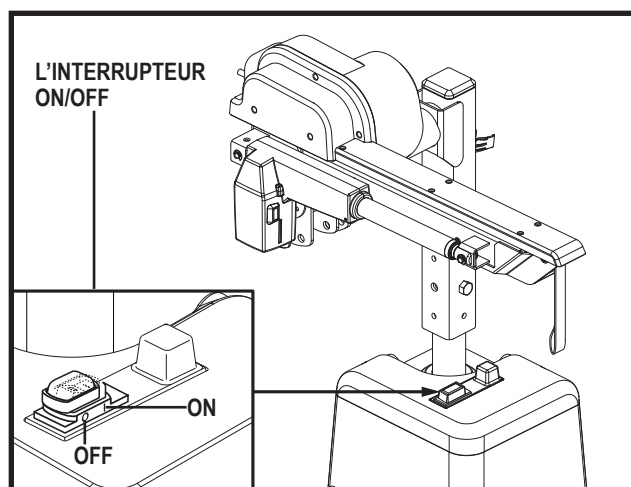

Figure 6. L'interrupteur ON/OFF
Le système de levage est équipé d'un interrupteur ON/OFF qui permet d'activer/désactiver le système. Mettre l'interrupteur ON/OFF à la position « 1 » pour allumer le système; à la position « 0 » pour éteindre le système. Voir la figure 6.
NOTE: Le commutateur ON/OFF (Marche/Arrêt) fonctionne également comme le bouton de réinitialisation du disjoncteur. Voir la figure 6.
- Vérifiez le bouton de réinitialisation du disjoncteur. Réinitialisez si nécessaire. **Voir la figure 6.**
Si le moteur de votre système de levage est sous contrainte excessive en raison de charges lourdes, le disjoncteur principal (**voir la figure 6**) peut se déclencher pour protéger le moteur et l'électronique de dommages. Lorsque le disjoncteur se déclenche, tout le système électrique s'arrête.
2. Appuyer sur le bouton de réinitialisation pour réinitialiser le disjoncteur. **Voir la figure 6.**